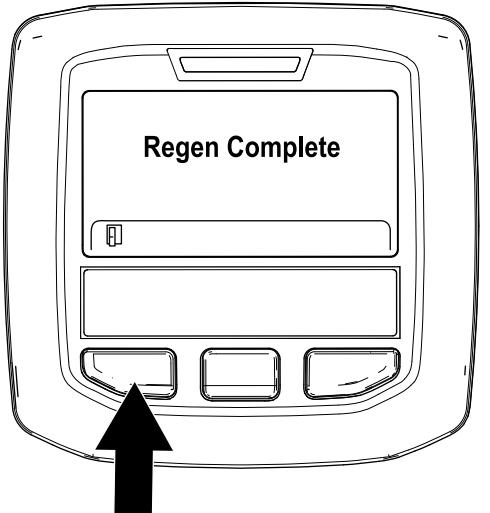

図 38
9. 駐車再生が終了すると、インフォセンターに Regen Complete と表示される。左ボタンを押してホーム画面に戻る図 38。